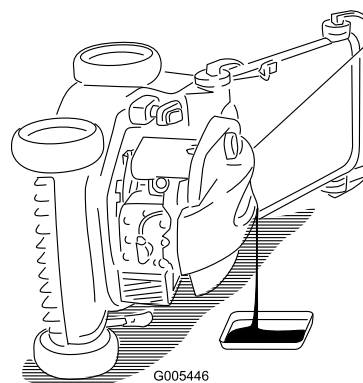

Figura 22
3. Inclinate il tosaerba sul fianco, con il filtro dell'aria in alto, per scaricare l'olio usato attraverso il tubo di riempimento (Figura 22).